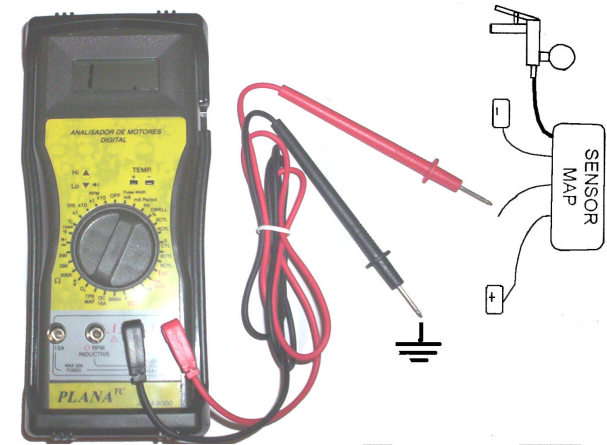

Fig.16
- Pegue o cabo de testes do **ADM-9000** e conecte as garras preta e vermelha, conforme indicado na Fig.16.
Exemplo: Leitura do MAP (FIC-FORD) – fig.16;